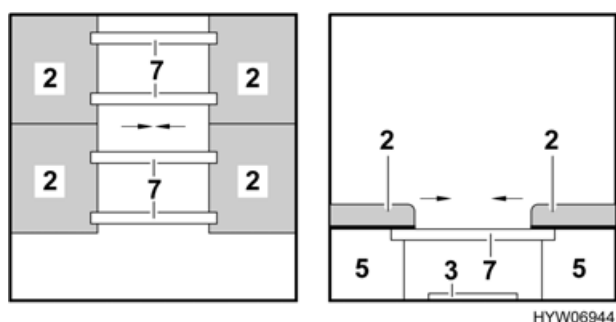

Fig. 50 Durante la trasformazione
- Estrarre le stange del letto (Fig. 50,7) dal cassone letto (Fig. 50,5)
- Sollevare i due cuscini del divano (Fig. 50,2) e collocare le stange del letto (Fig. 50,7) trasversalmente tra i due cassoni del letto nelle scanalature.